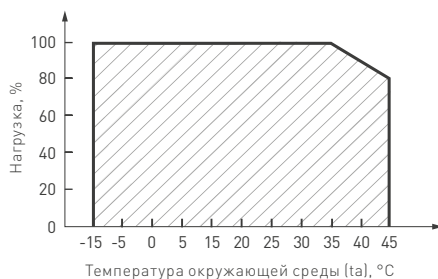

Рис. 2. Максимальная допустимая нагрузка, % от мощности источника.
- 4.3. Не нагружайте источник питания более 80% от его максимальной мощности. Учитывайте, что с повышением температуры окружающей среды, максимальная мощность источника питания снижается (см. график зависимости на Рис. 2).